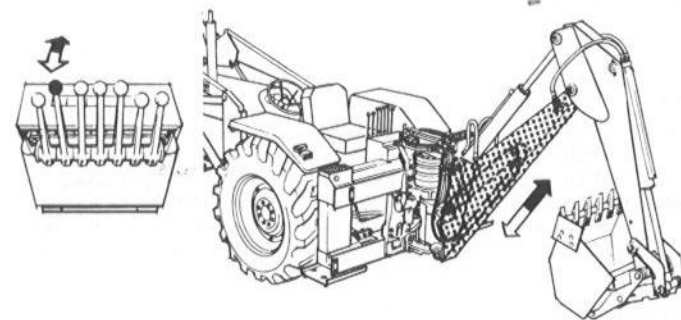

Bild 92
2. Ausleger-Bedienungshebel (Bild 92)